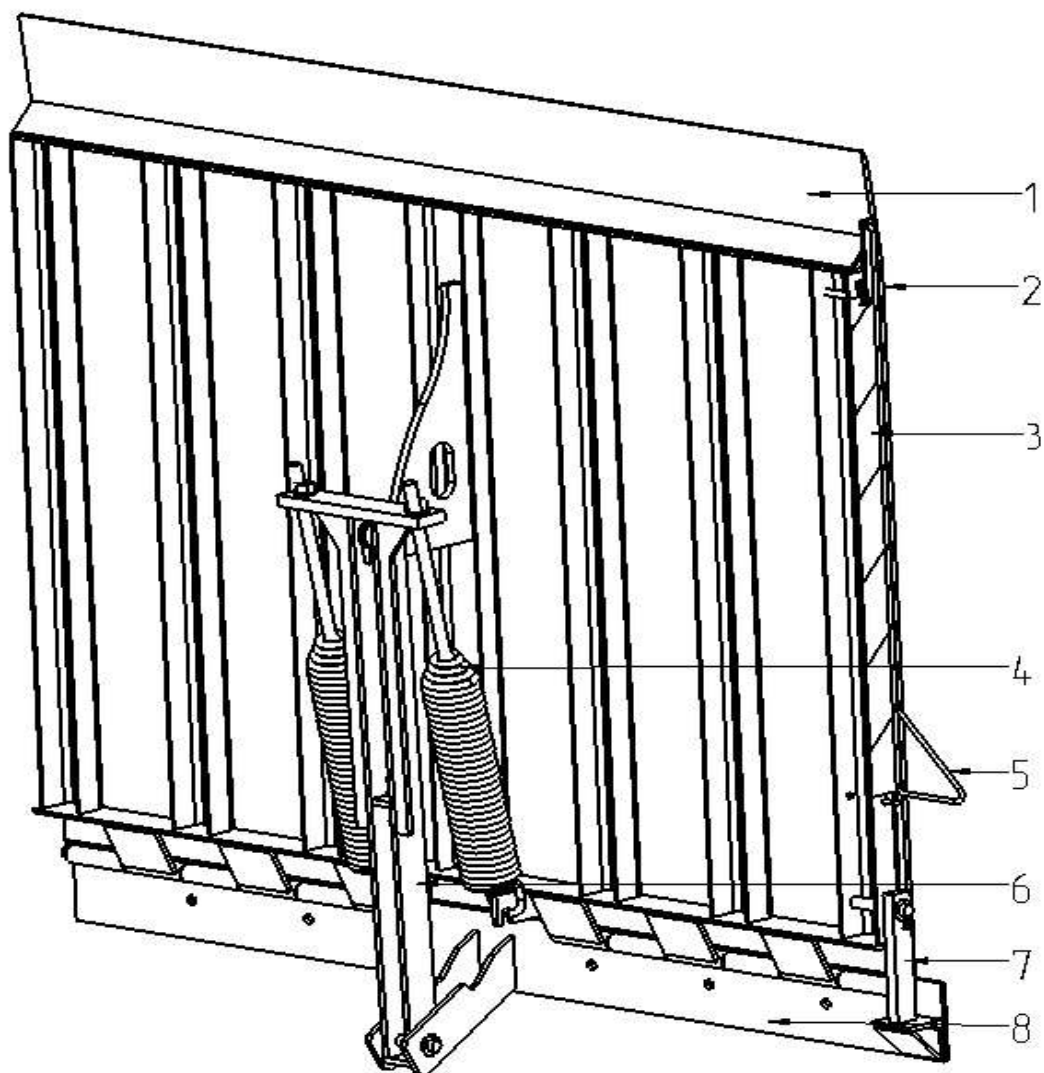

Рисунок 8.1. – Мост откидной стационарный
Мост откидной стационарный (рис. 8.1) состоит из: платформы (2), имеющей с внутренней стороны швеллера усиления и кронштейн, соединяющийся с механизмом пружинной балансировки моста (6), за счет пружин (4) данного механизма мост опускается плавно. К платформе под углом присоединена аппарель (1), предназначенная для установки в кузов автомобиля при эксплуатации моста. На боковой поверхности установлен крюк (5), предназначенный для управления мостом, для крюка предусмотрен держатель. В боковой поверхности через ось установлен упор (7), предназначенный для фиксации моста в вертикальном положении, он устанавливается на фиксатор, расположенный на кронштейне крепления моста (8). Также на боковых поверхностях расположены сигнальные полосы (3), указывающие на положение моста в темное время суток. Кронштейн крепления (8) соединен с платформой осью, предназначен для установки к рампе склада и имеет специальные отверстия для анкерных болтов. Более подробный рисунок см. в Прил.1.